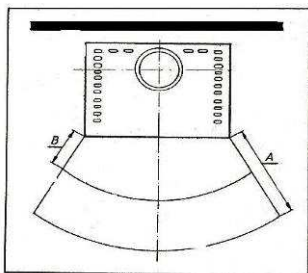

fig. 7
Per gli elementi costruttivi, i mobili e i tessuti di arredamento infiammabili situati nella zona di irraggiamento della stufa è necessario rispettare una distanza minima di **80 cm** (A), misurati dal bordo anteriore dell'apertura del focolare. La distanza di sicurezza si riduce ai **40 cm** (B) qualora di fronte all'elemento sia installata una protezione areata (fig. 7).